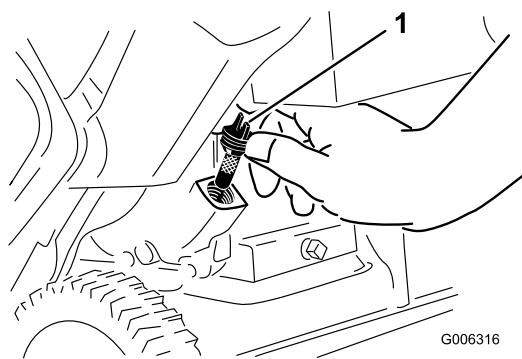

Figure 29
- 7. Dévissez et retirez le bouchon de remplissage (Figure 29).
- 6. Nettoyez la surface autour du bouchon de remplissage (Figure 29).